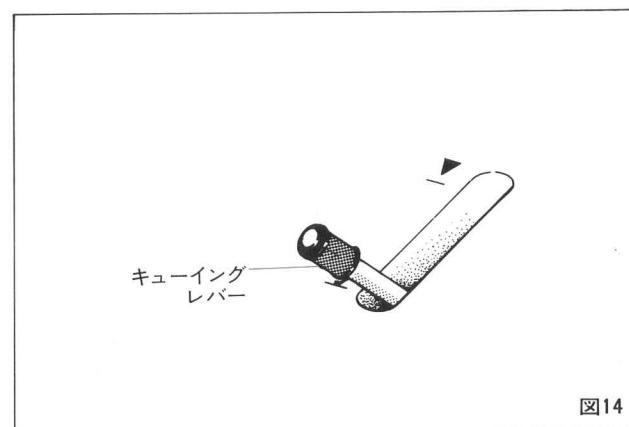
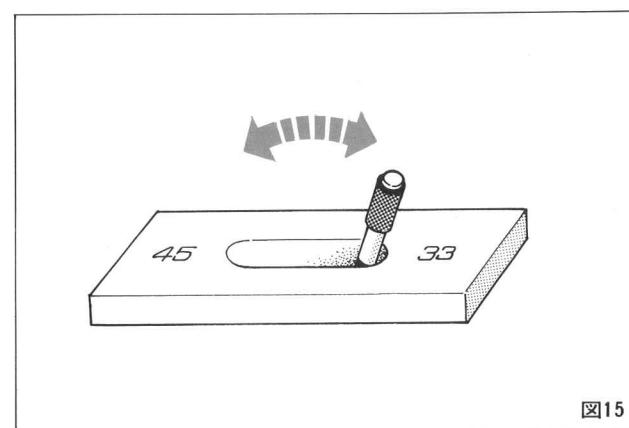

図14
図15
- ④キューリングレバーが■(DOWN)の位置にあることを確認します。(図14)回転数がレコードの回転数に合っているかどうかを確認し、違っている場合はスピード切換レバーを正しい回転数に合わせます。(図15)